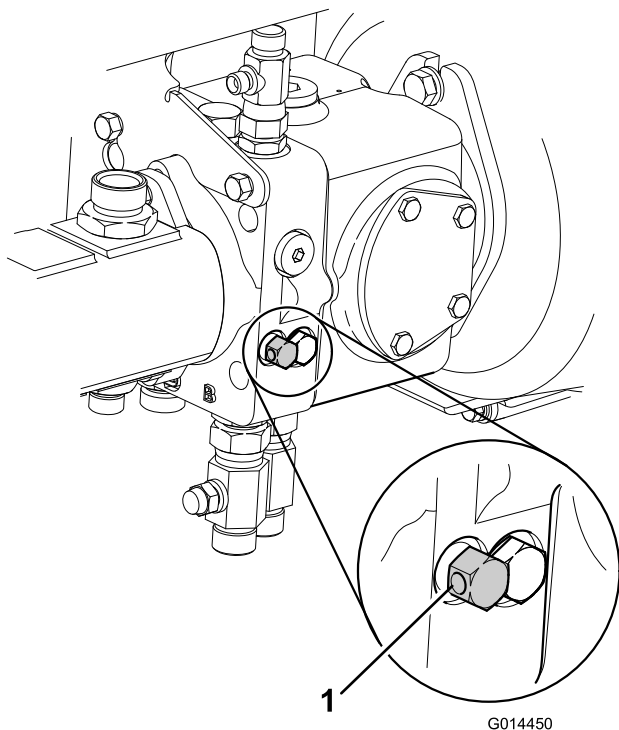

Figura 43
7. Disattivate il sistema frenante idraulico di servizio girando la valvola di bypass posta sotto la pompa della trasmissione in senso antiorario e per un massimo di tre giri (Figura 43).